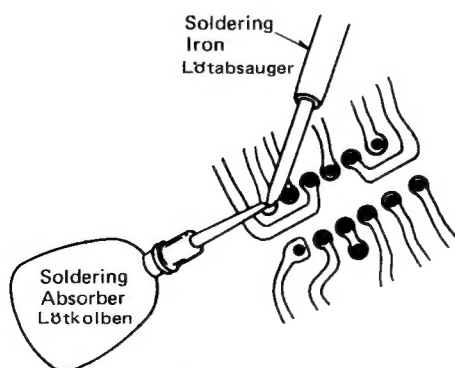

Fig. 12 Abb. 12
A. With soldering absorber. (See figure 12.)
Remove soldering of each terminal with soldering absorber as shown in figure 12.
A. Mit Lötabsauger (s. Abb. 12)
Lötzinn mit Lötabsauger von jeder Lötstelle wie in Abb. 12 entfernen.